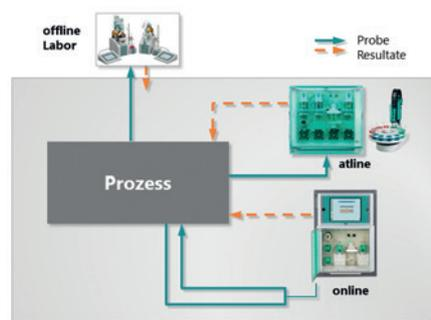

Abb. 1: Je nach Analysenfrequenz und Anzahl der Messstellen können Proben manuell oder vollautomatisch aus dem Prozess entnommen und analysiert werden
- Überwachung mehrerer Messstellen (Abb. 1)
Der Prozess basiert auf der von Plasmatreteat bereits 1995 entwickelten und heute weltweit in fast allen Industriezweigen genutzten Openair-Plasma-Technik. Das Düsenverfahren dient zur Feinreinigung und Aktivierung von Oberflächen mit dem Ziel, deren Benetzbarkeit und Haftungseigenschaften für Nachfolgeprozesse wie das Kleben, Lackieren oder Bedrucken deutlich zu erhöhen. Die inline-fähigen und roboterkompatiblen Düsen-systeme sind für den Einsatz im kontinuierlichen, vollautomatischen Produktionsprozess konzipiert (Abb. 1).
Abb. 1: Zur Feinreinigung von sicherheitsrelevanten Gehäusen aus Aluminium-Druckguss ist bei ZF TRW Automotive seit über zehn Jahren die Openair-Plasma-Technologie im Einsatz